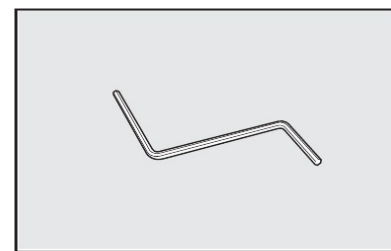

fig. 105
**2** - utilizar a chave sextavada **fig. 105**, fornecida com o veículo (no kit de bordo), introduzindo-a na sede sextavada e girar: